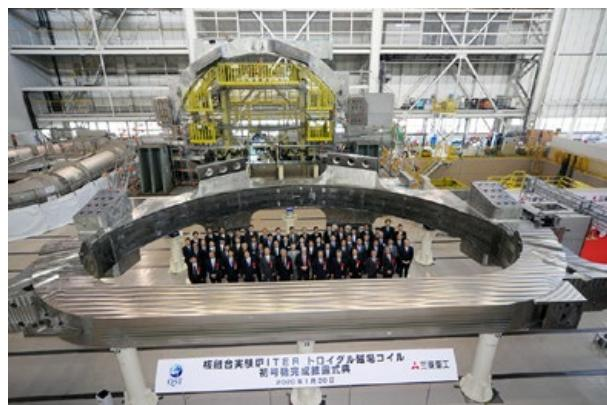

図7 イーター超伝導コイル初号機の完成 (2020年1月)
日本は、世界最大のニオブ・スズ(Nb₃Sn)製の超伝導コイル（図7）を世界に先駆けて完成させ、サイトに搬入し、その技術力を世界に示した。このイーター用のニオブ・スズ超伝導導体は、②の工学設計段階から着手し、約30年の開発期間を要した。2000年にはイーター実機と同じサイズのモジュールの超伝導コイルを、実機と同じ条件で運転できることを実証し、イーター